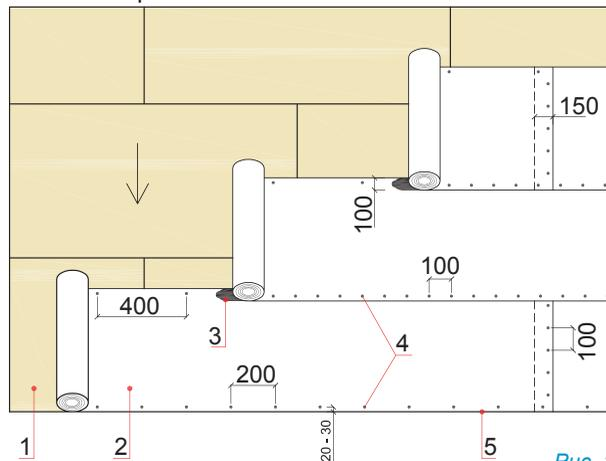

Рис. 1
1.2.1. На основание под гибкую черепицу укладывается подкладочный ковер ICOPAL K-EL или FEL'X по всей поверхности ската (Рис. 1). Подкладочный ковер укладывается снизу вверх параллельно карнизному свесу кровли с перехлестом 100 мм в продольном направлении и 150 мм – в поперечном. Верхний край подкладочного ковра крепится к основанию с помощью кровельных гвоздей с интервалом 400 мм, нижний край – с интервалом 100 мм, при этом подкладочный ковер должен быть уложен ровно, без складок. Перехлесты герметизируются кровельным клеем ICOPAL (продольные перехлесты подкладочного ковра ICOPAL K-EL герметизируются самоклеящейся полосой, нанесенной по краю рулона). Если на зимний период на кровле будет смонтирован только подкладочный ковер, следует обеспечить его устойчивость путем прибивания центральной части ковра гвоздями к основанию с интервалом 500 мм.